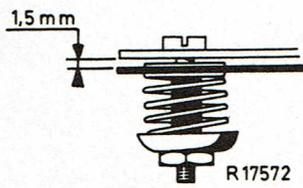

Fig. 3
5. La suspension flexible du moteur doit être réglée de façon que la distance entre la plaque de montage et la plaque de montage du moteur est de 1,5 mm. (voir fig. 3).